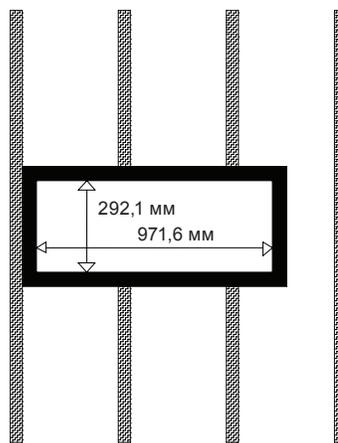

Рисунок 16
3. Используйте деревянную доску 2х6 (деревянная доска размером 50,8 мм х 152,4 мм) для создания рамы с внутренними размерами 971,6 мм х 292,1 мм (рис. 16). Зафиксируйте на стойках при помощи гвоздей или шурупов.